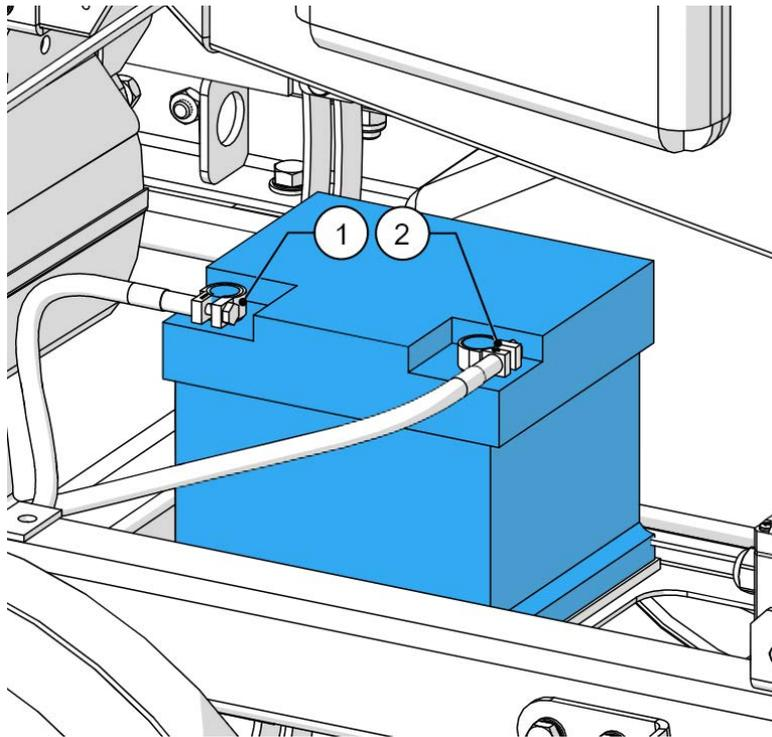

Figure 73 - Bornes de la batterie
5. Débranchez d'abord le fil négatif de la batterie (1, Figure 73), puis le fil positif (2, Figure 73).
11. Branchez d'abord le fil positif de la batterie (2, Figure 73), puis le fil négatif (1, Figure 73).